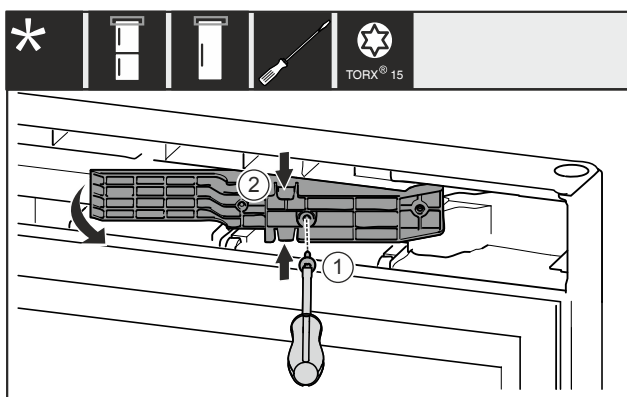

Fig. 12 *
- ▶ Odstranite vijak Fig. 12 (1)*
- ▶ Potisnite prilagodilnik Fig. 12 (2) zgoraj in spodaj rahlo skupaj in odstranite.*